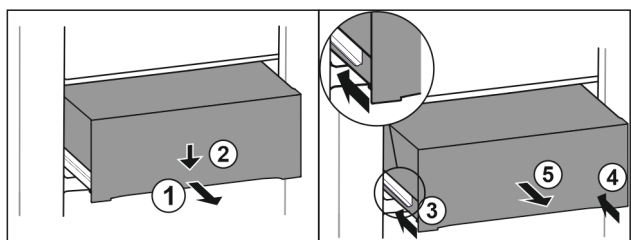

Fig. 144
- ▶ Træk skuffen halvt ud. Fig. 144 (1)
- ▶ Tryk skuffen ned på forsiden. Fig. 144 (2)
- ▶ Skub venstre skinne ca. 2 cm ind. Fig. 144 (3)
- ▶ Skub højre skinne ca. 2 cm ind. Fig. 144 (4)
- ▶ Tag skuffen ud fremefter. Fig. 144 (5)